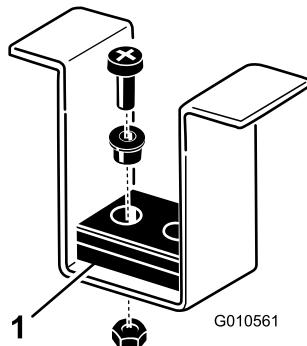

図 10
8. フロントの刈高ピンがフレームのクッショングに正しく入っているかどうか点検・確認する。（図 10）ピンの位置が正しくない場合には、クッションの下にシムを入れて正しい高さにする。